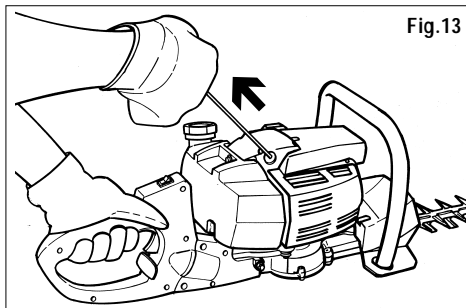

Fig.13
7) Tirare a fondo fino a 3 volte la maniglia della fune di avviamento (fig.13).
9) Tirare la fune di avviamento (fig.13) fino alla messa in moto del motore.